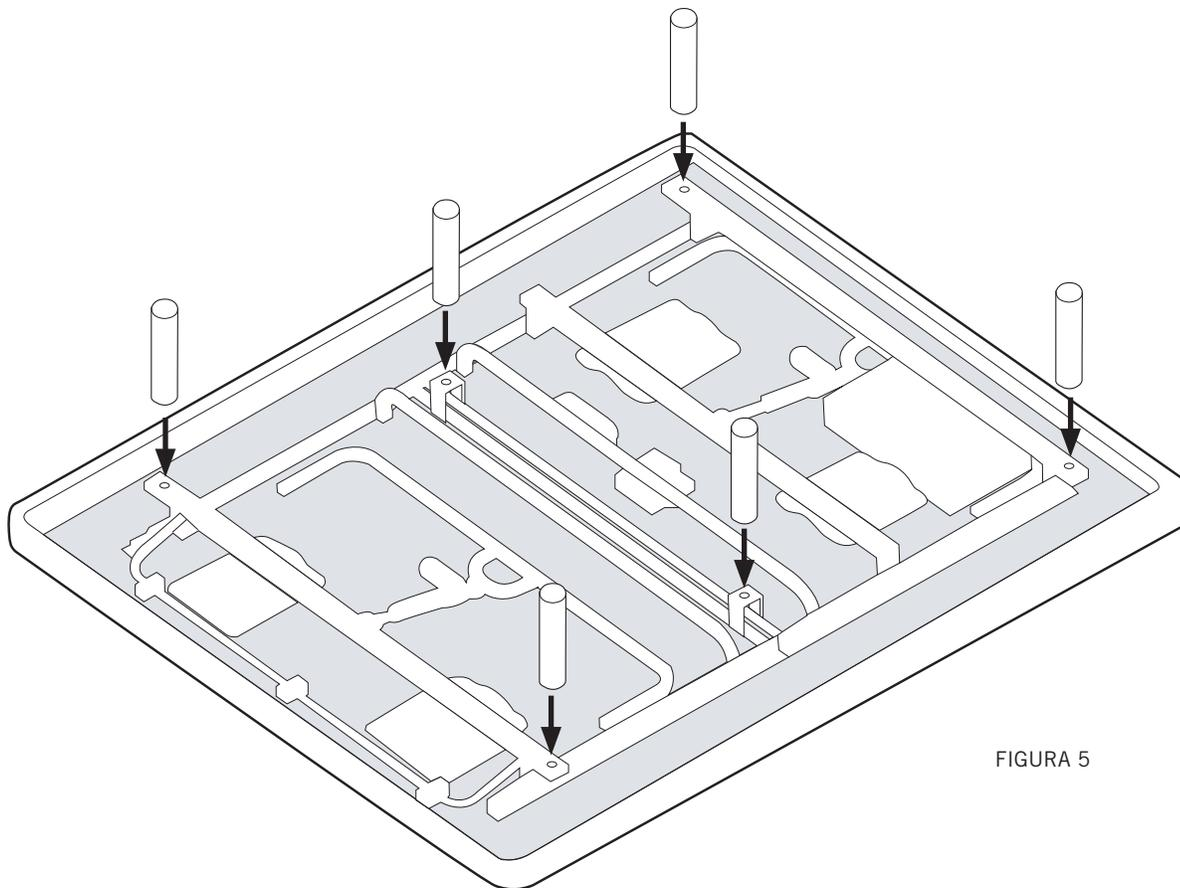

FIGURA 5
Atornille (4) patas a los insertos roscados en las esquinas del bastidor de la base (FIGURA 5).
Atornille (2) patas a los insertos roscados de los soportes centrales (FIGURA 5).